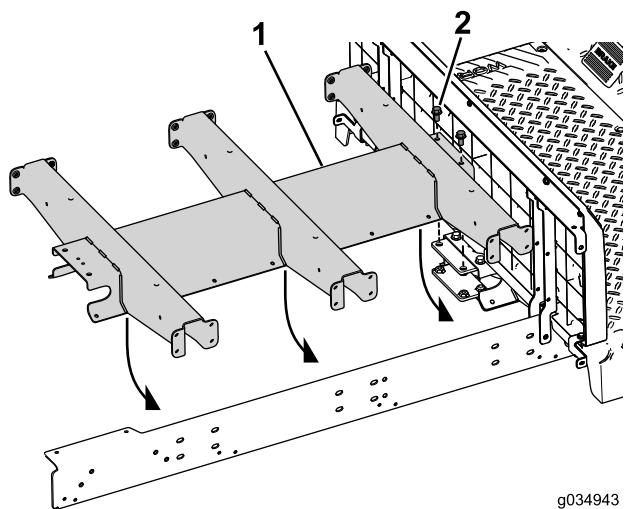

Figura 73
4. Insira os dois parafusos (3/8 x 3 ¾ pol.) e as anilhas através do canal central e da montagem traseira (Figura 73).